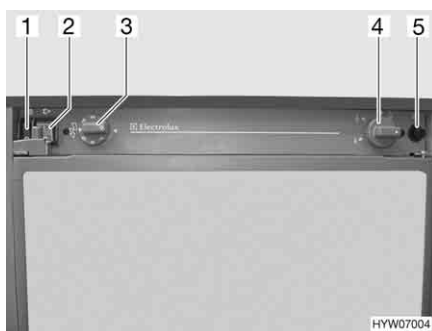

Bild 61 Bedienelemente für Kühlschrank
- 12-V-Schalter "⊕" (Bild 61,1) auf "○" stellen.
- 230-V-Schalter "⊖" (Bild 61,2) auf "○" stellen.
- Drehregler (Bild 61,4) drücken, auf große Flamme "▲" drehen und gedrückt halten. Warten, bis Gas zum Brenner strömt.
- Gaszündknopf (Bild 61,5) so oft drücken, bis im Schauglas (unten links im Kühlschrank) die Flamme sichtbar ist.
- Drehregler (Bild 61,4) noch 10 bis 15 Sekunden gedrückt halten, dann loslassen.
- Drehregler (Bild 61,4) auf "0" stellen.
- 12-V-Schalter "⊕ -" (Bild 61,1) auf "0" stellen.
- 230-V-Schalter "⚡" (Bild 61,2) auf "I" stellen.
- Die Kühltemperatur mit dem Drehregler "■" (Bild 61,3) einstellen.
- 230-V-Schalter "⚡" (Bild 61,2) auf "0" stellen.
- 12-V-Schalter "⊕ -" (Bild 61,1) auf "I" stellen.